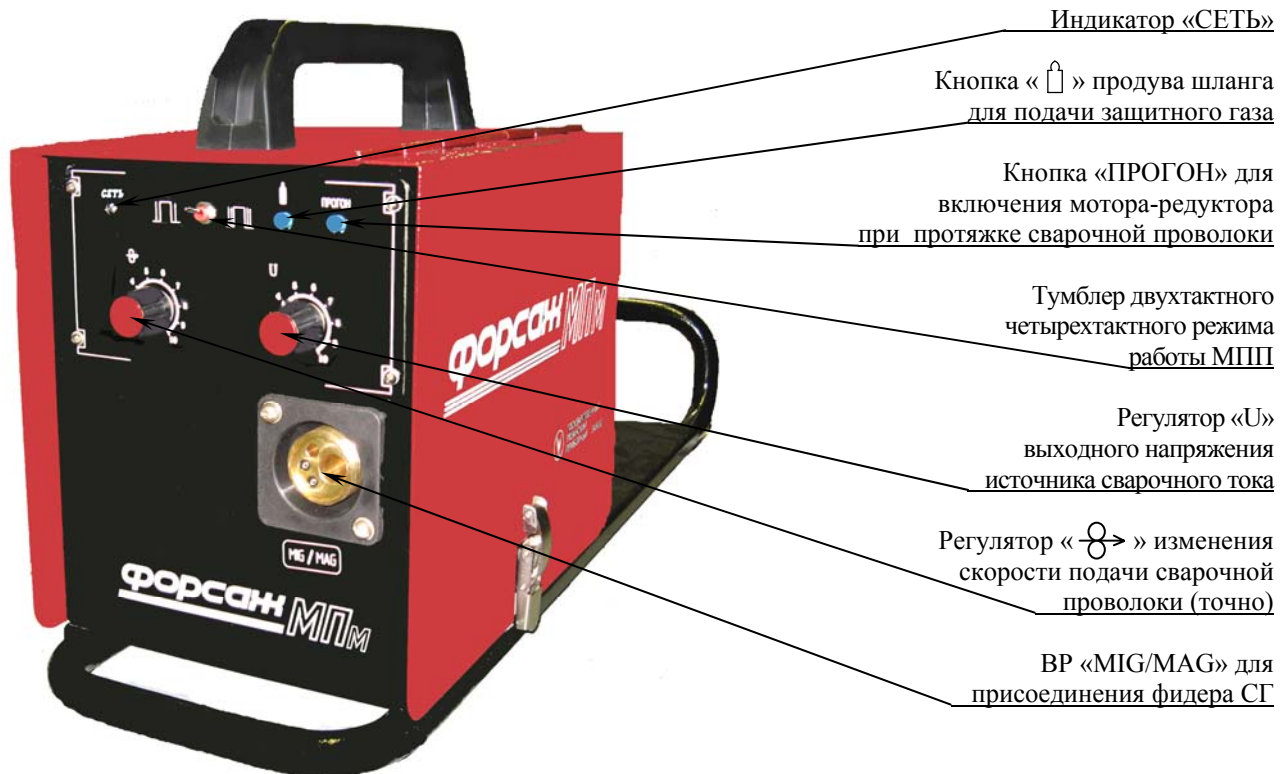

Рисунок 4.1 - Общий вид МПМ ВИАМ.683189.006 (вид спереди)
4.1.2 На передней панели расположены (рисунок 4.1):